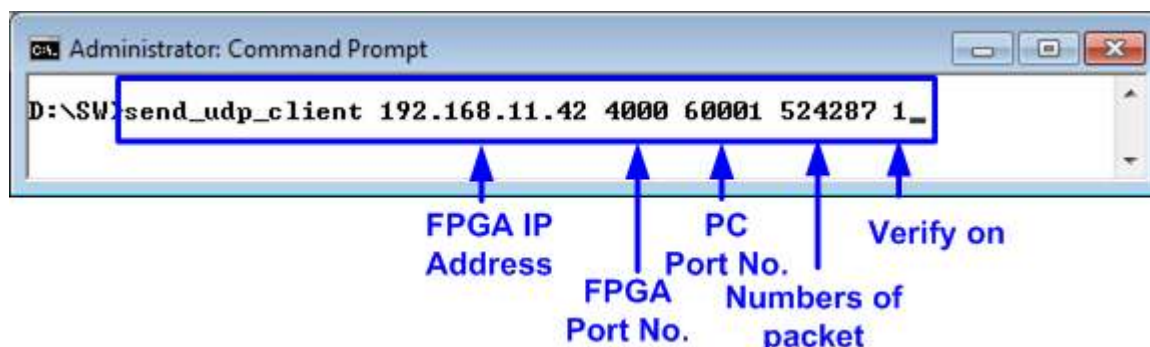

図 4-14: ベリファイありでの“send_udp_client”コマンドライン
- PC 側の DOS 窓を開き、“send_udp_client”テスト・アプリケーションを下図 4-14 のように mode=1 として 32 ビットのインクリメンタル・パターンを指定し以下のコマンドラインで実行します。